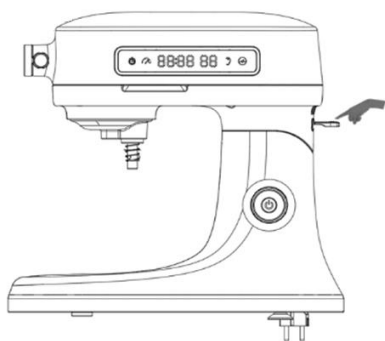
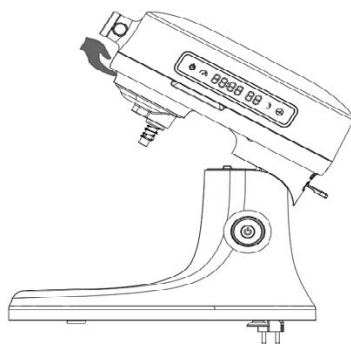
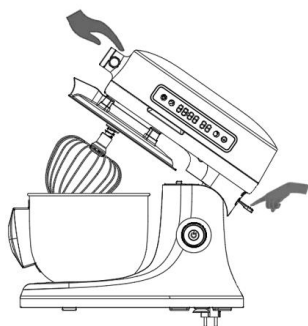

Abbildung 1
Abbildung 2
Abbildung 3
Setzen Sie den Knethaken (Rührhaken/Schneebesen) so in die Welle ein, dass die quadratische Nut des Knethakens mit der Planetenwelle ausgerichtet ist, siehe ABB. 1. Setzen Sie gleichzeitig den Haken in den Schlitz der Planetenradwelle ein, drücken Sie ihn leicht nach oben und drehen Sie dann den Hakenhalter gegen den Uhrzeigersinn, bis der Wellenstift mit dem Clip ausgerichtet ist, wie in Abbildung 3 dargestellt, d. h. der Haken ist fixiert. Beim Anbringen sollte der vordere Teil angehoben sein, um die Bedienung zu erleichtern. Sobald die Rührschüssel installiert ist, bringen Sie die Nase in eine horizontale Position, wie in Abbildung 4 gezeigt (Hinweis: Die Maschine darf nicht an das Stromnetz angeschlossen sein, während der Knethaken und anderes Zubehör installiert werden!)
1. Stellen Sie das verpackte Gerät auf den Tisch, halten Sie den Kopf mit der linken Hand und drücken Sie dann mit der rechten Hand die Taste zum Anheben des Kopfes nach unten (Abbildung 1). Der Kopf hebt sich automatisch, halten Sie den Kopf sanft nach oben mit der linken Hand, bis er einrastet (Abbildung 2)
2. Heben Sie den Kopf an, setzen Sie die Schüssel in die Basis ein und drehen Sie sie im Uhrzeigersinn, um sie zu fixieren (siehe Installationsanleitung für die spezifische Bedienung), vgl. Abbildung 3.
3. Stecken Sie den Schneebesen in die Zubehörfassung (siehe Installationsanweisungen für den spezifischen Betrieb) wie in Abbildung 3.
9. Schieben Sie die Taste zum Heben des Kopfes nach rechts und halten Sie das obere Gehäuse fest wie in Abbildung 3.